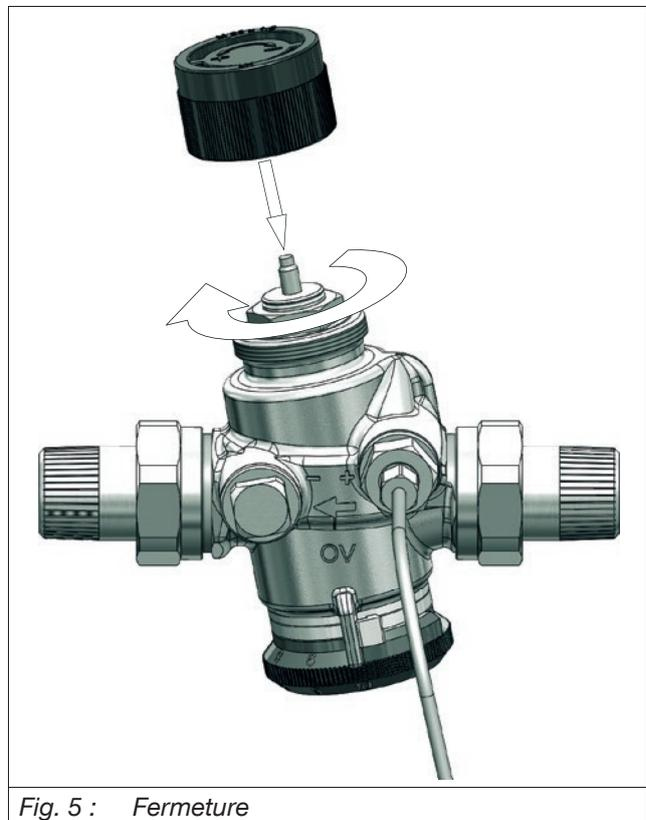

Fig. 5 : Fermeture
1. Fermer le régulateur, par ex. à l'aide du capuchon de protection (voir Fig. 5).
Visser le capuchon de protection joint sur le raccordement fileté M 30 x 1,5 (voir Fig. 5).